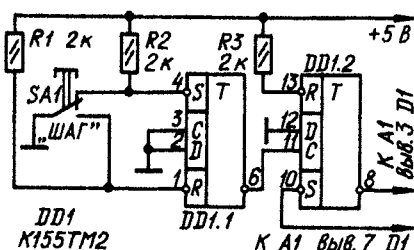

Рис. 8
6. Выключив питание, снимите установленную ранее перемычку, подсоедините узел (рис. 8) подциклового выполнения программы микропроцессором и вновь включите ПК.